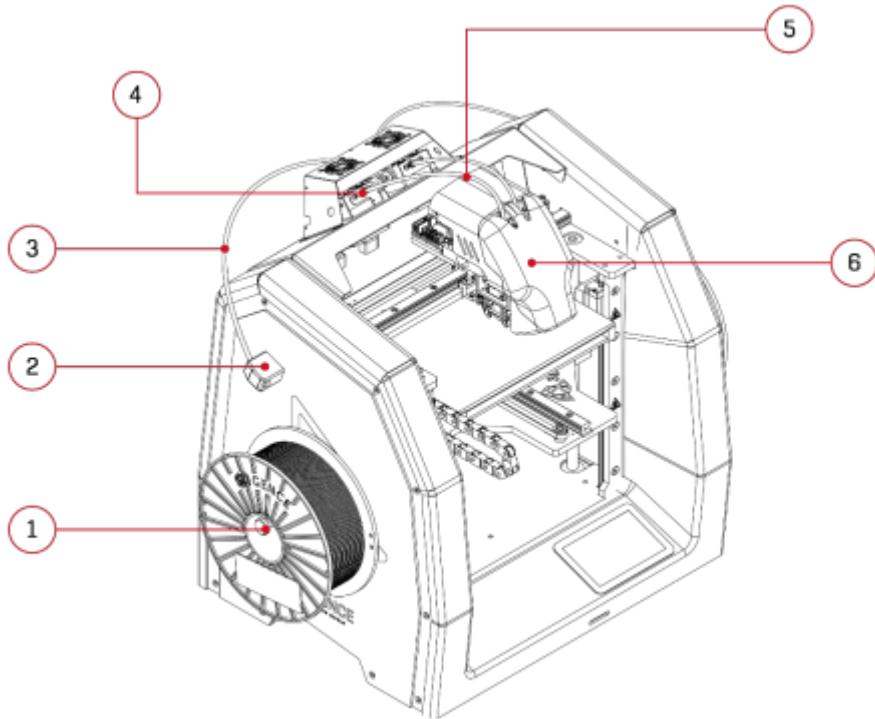

Рис. 38 Наиболее важные компоненты экструзионной системы:
Принтер 3DGence DOUBLE P255 оснащен диагностикой для экструзионной системы. Диагностическая система значительно облегчает печать с использованием различных материалов. Система состоит из датчика нити (рис. 38), боуден-трубки и экструдеров, правильная работа которых контролируется энкодерами.
2. Убедиться, что на держателе катушка с нитью (рис. 38), на которую необходимо установить новый материал, отсутствует материал. Кроме того, следует убедиться в отсутствии нити в боуден-трубках и в экструдере (это не относится к первой загрузке материала). Если материал загружен, сначала необходимо использовать опцию *Unload model material / Unload support material* (выгрузка материала) – процедура описана ниже.
5. Обрезать конец нити под углом 45° и поместить катушку с нитью на держатель (рис. 38, позиция 1).
6. Протянуть конец нити во входное отверстие датчика нити (рис. 38, позиция 2).
7. Двигатель экструдера запускается после активации датчика. Надавить на нить так, чтобы ее конец прошел по всей длине боуден-трубки (рис. 38, позиция 3) до экструдера (рис. 38, позиция 4). Если материал был правильно вставлен, он будет захвачен экструдером. Материал будет вытягиваться экструдером, и при попытке извлечения материала будет ощущаться сопротивление.
8. При достижении номинальной температуры экструзии материала процесс запускается автоматически. Экструдер выталкивает материал через короткую боуден-трубку (рис. 38, позиция 5) в термоголовку, нагретую до температуры пластификации материала.